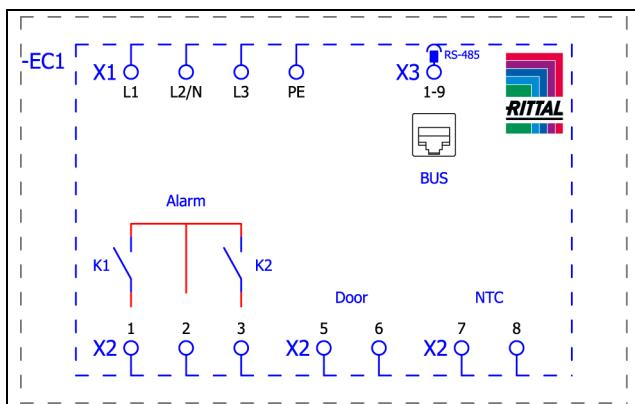
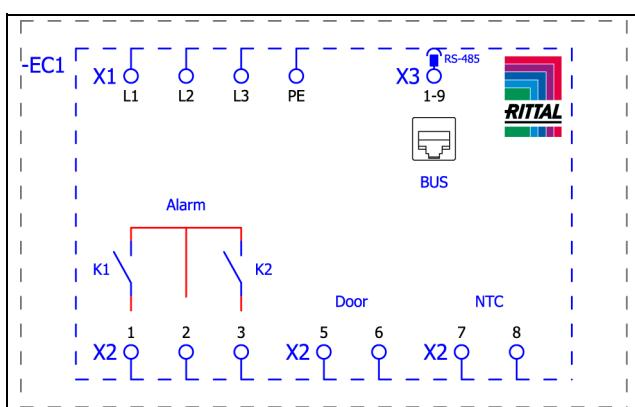

Fig. 17 : plan de connexion SK 3184837, SK 3185x3x, SK 3186x3x et SK 3187x3x
Fig. 18 : plan de connexion SK 3188x4x et SK 3189x4x
- Sortir la fiche d'alimentation du sachet d'accessoires et établir l'alimentation du réseau conformément à l'identification correspondante des raccordements (fig. 17 ou fig. 18).